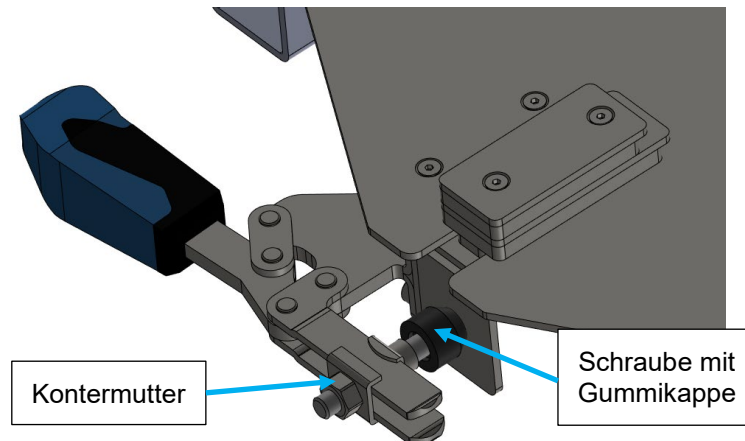

Abbildung 9: Einstellung Schnellspanner
2. Lösen Sie die Kontermutter (Abbildung 9) des Schnellspanners entgegen dem Uhrzeigersinn.
3. Ist der Schnellspanner im geschlossenen Zustand lose, drehen Sie die Schraube mit der Gummikappe (Abbildung 9) im Uhrzeigersinn, sodass sich die Gummikappe im geschlossenen Zustand des Schnellspanners weiter „in Richtung Fassuntersatz“ bewegt.
- a. Sollte die Spannkraft des Schnellspanners zu hoch sein und er sich nicht schließen lassen, drehen Sie die Schraube mit der Gummikappe (Abbildung 9) entgegen dem Uhrzeigersinn, sodass sich die Gummikappe im geschlossenen Zustand des Schnellspanners weiter „vom Fassuntersatz“ wegbewegt.
5. Sobald Sie die gewünschte Spannkraft des Schnellspanners erreicht haben, ziehen Sie die Kontermutter (Abbildung 9) im Uhrzeigersinn wieder fest.